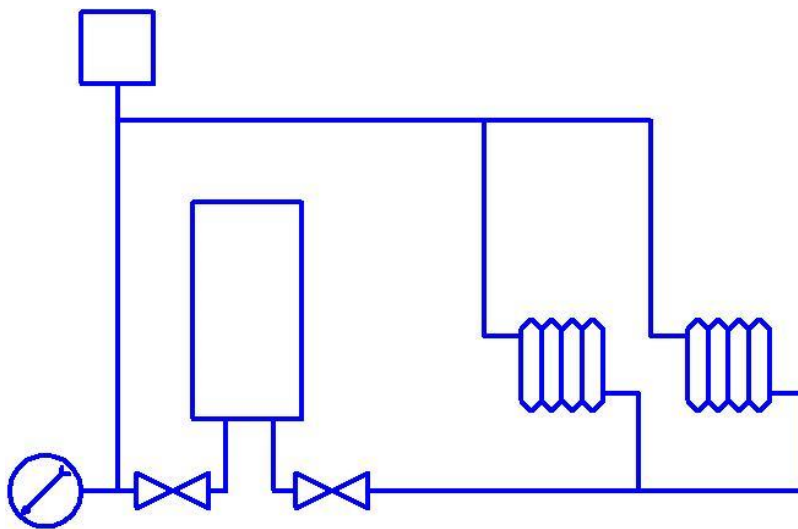

Рис. 3.
7.1.8. На входе и выходе прибора устанавливаются запорные вентили G 3/4 " (рис. 3), применяемые при демонтаже, ремонте и техническом обслуживании прибора.